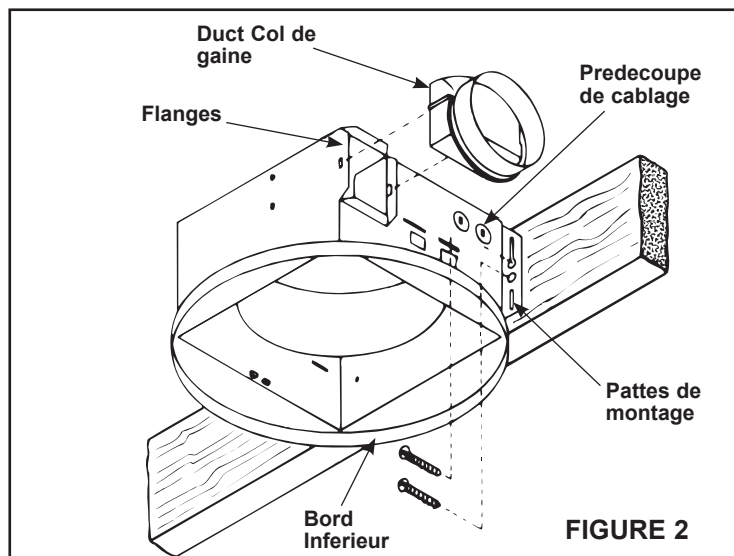

FIGURE 2
Voir Figure 2.
2. Voir Figure 2. Faire passer les barres de suspension dans les pattes de montage placées sur le bord inférieur du boîtier. Clouer une barre aux solives.